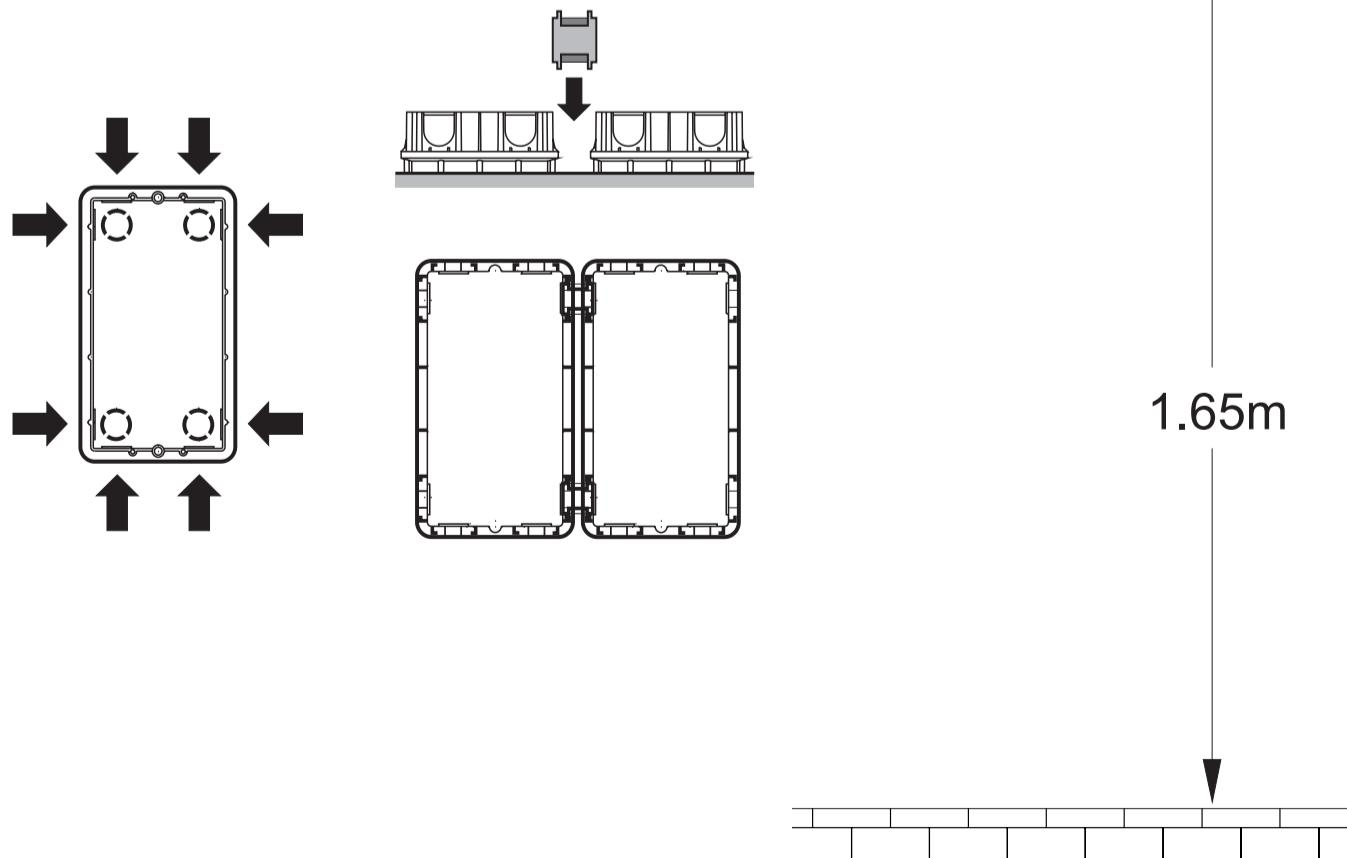

Fig.1
- fix the recess box into the wall as shown in figure 1.
- murer la boite d'encastrement comme sur la figure 1.
- Das Gehäuse einmauern (siehe Abbildung 1).
Fig. • Abb.1